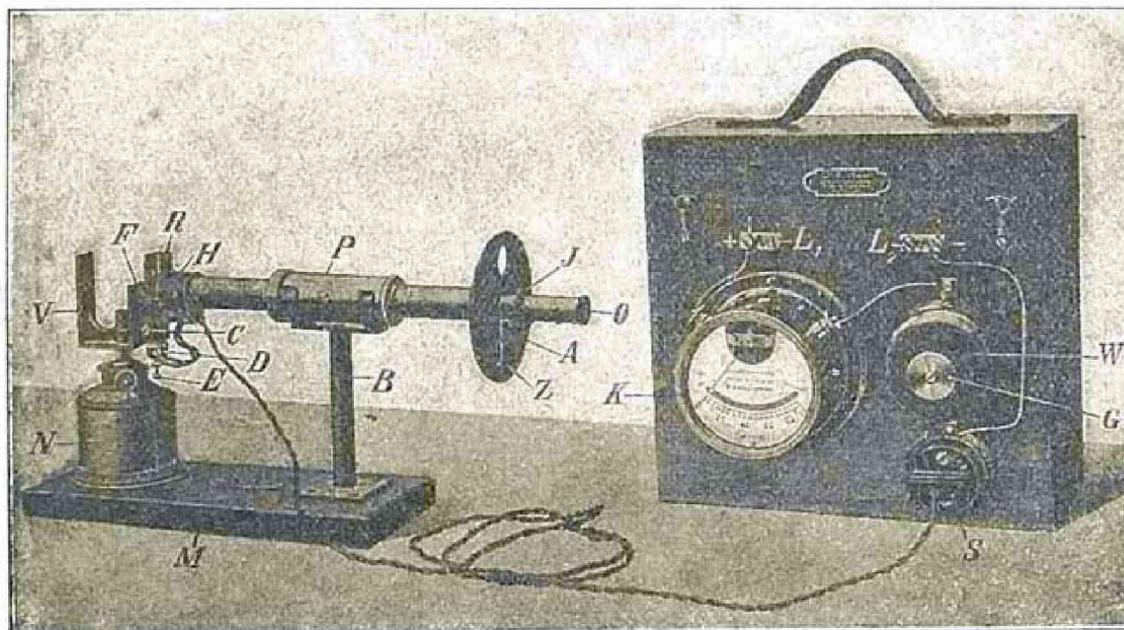

Figure 10.
La tige de support (B) porte deux ressorts en laiton dans lesquels on place par sa partie médiane le photomètre (P). On tourne ensuite le viseur de la lampe à acétate d'amyle jusqu'à ce que la butée (F) touche la tête noircie (H) du pyromètre et on pousse le pyromètre le plus près possible de la lampe et du viseur. La partie noircie du pyromètre (dans laquelle se trouve la lampe à incandescence) doit se trouver placée en bas et verticalement, comme le montre la figure 10.